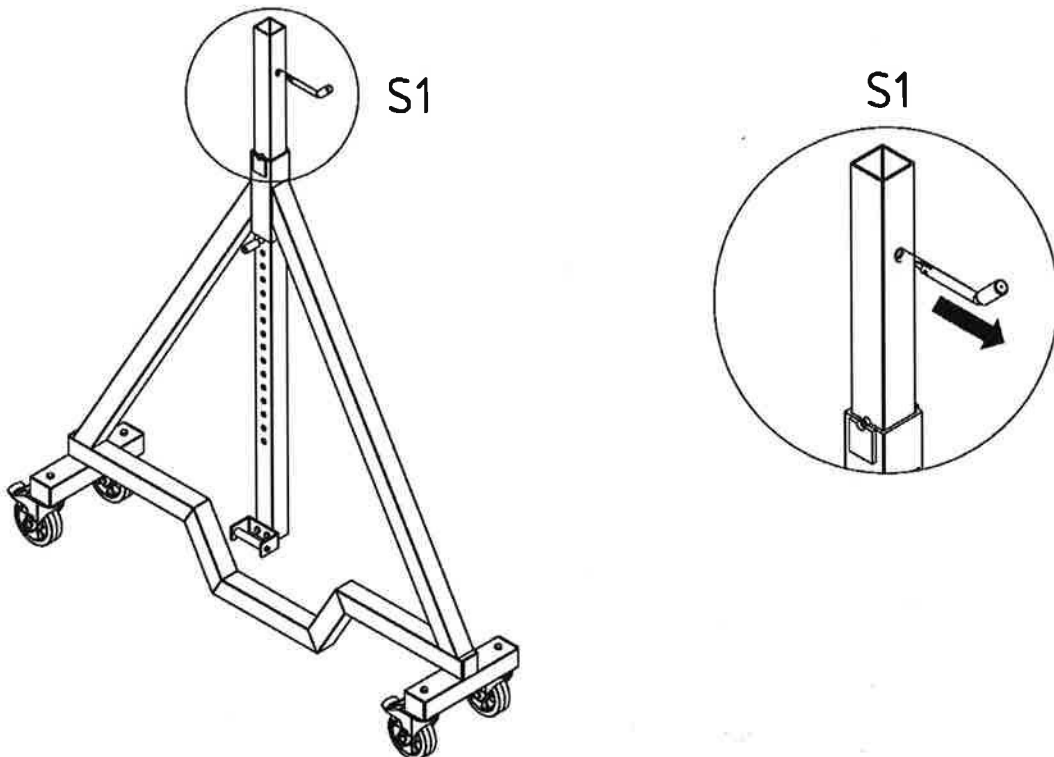
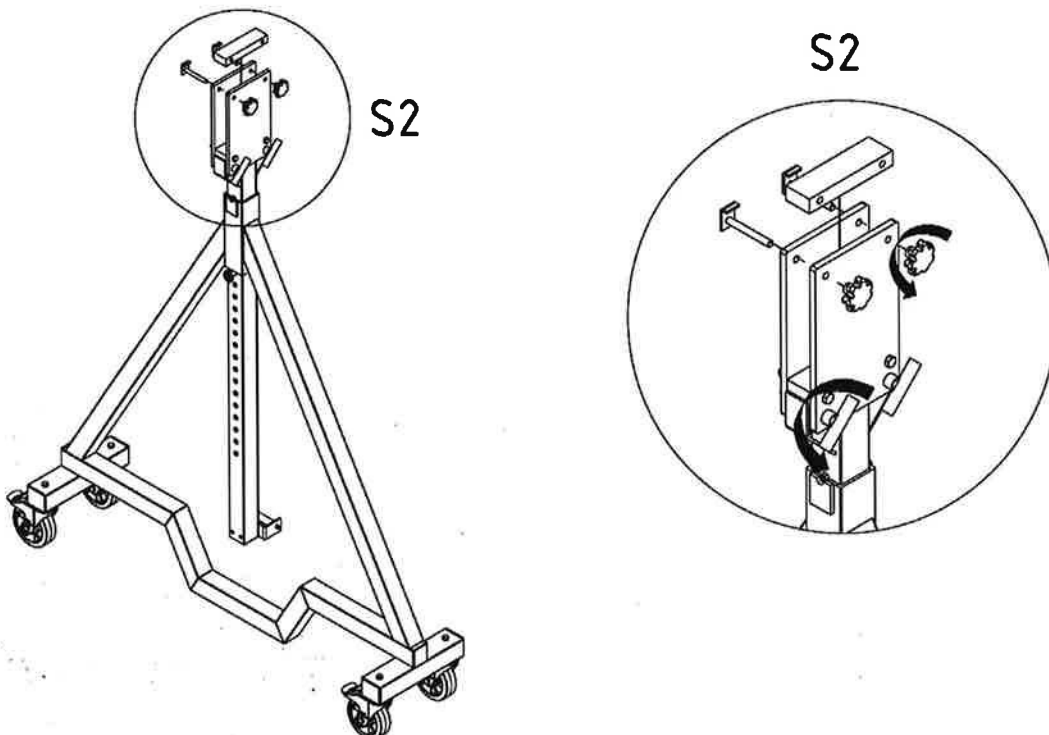

Abb. 1
Abb. 2
- 7.1 Entfernen Sie den Trägersicherungsbolzen des Seitengestells mit Steckaufnahme wie in Abb. 1 und Abb. 2 zu sehen.
- 7.2 Lösen Sie wie in der Abb. 2 zu sehen die Spannschraube 2. Lösen und entnehmen Sie die Sterngriffmutter am Horizontalversteller. Entnehmen Sie die Spannschrauben 1 und die Distanzplatte 2.